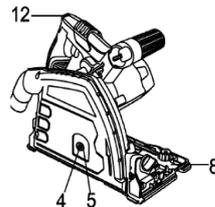
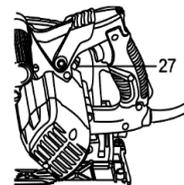

Рис.1
Рис.2
2. Нажмите фиксатор погружения (12), вращайте диск по часовой стрелке, пока шпindel (4) и окно защитного кожуха (5) не совпадут (рис. 1)
3. Вставьте 5-мм шестигранный ключ в крепежный болт диска (4). (Рис. 1)
4. Нажмите на фиксирующий рычаг шпинделя (27) (рис. 2) и поверните крепежный болт против часовой стрелки, снимите крепежный болт и внешний фланец (Рис. 1).
ПРИМЕЧАНИЕ: Нажмите на фиксирующий рычаг шпинделя (27) (Рис.2) и затягивайте крепежный болт диска по часовой стрелке, пока фиксирующий рычаг не тронет шпindel.